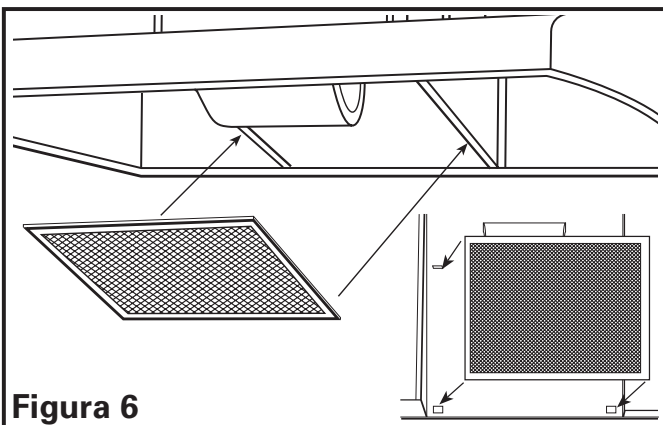

Figura 6
1. Instale el filtro apropiado, deslizando la parte posterior del filtro en la lengüeta y presionando la parte frontal del filtro en su lugar (Figura 6).